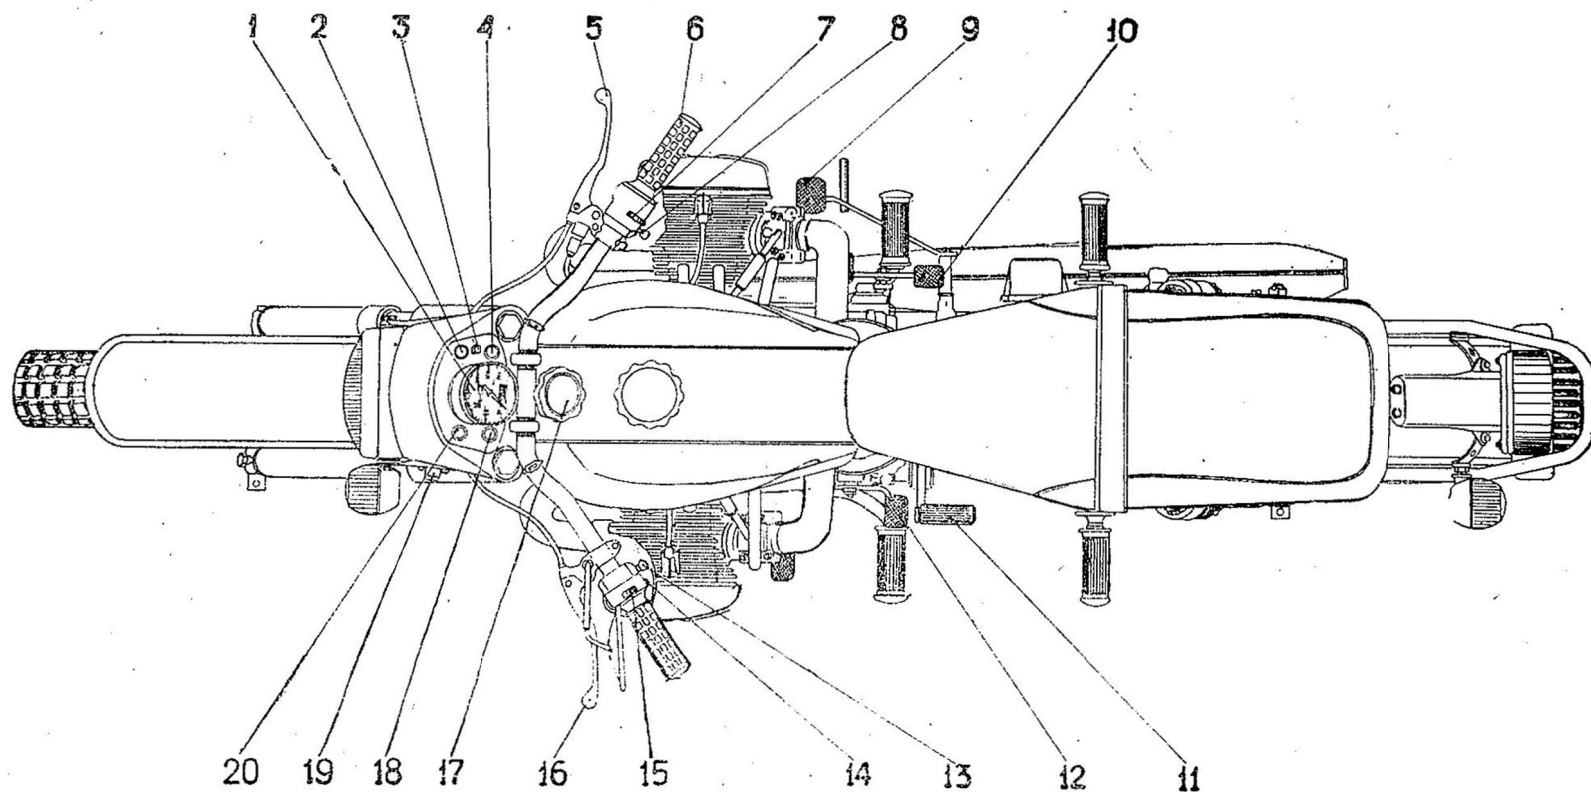

Рис. 2. Органы управления и контрольные приборы:
**Рычаг 17** (рис. 2) предназначен для управления сцеплением. При нажатии на рычаг сцепление выключается — двигатель разобщается с коробкой передач. При возвращении рычага в первоначальное положение сцепление включается.
Включение передач для движения вперед производится левой педалью 13 (см. рис. 2) и описано в руководстве выше.